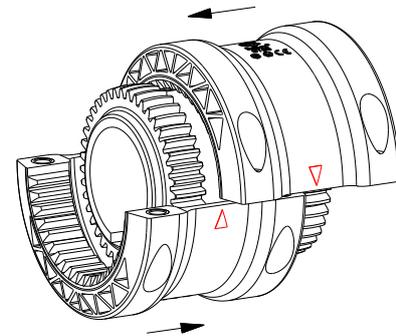

Bild 5: Montage der GT-Hülse
- Stülpen Sie die GT-Hülse (jede Halbschale) axial von links und rechts über die Verzahnung der Naben (siehe Bild 5).
Bei der Montage ist darauf zu achten, dass die Pfeile der GT-Hülse zueinander zeigen (siehe Bild 5).